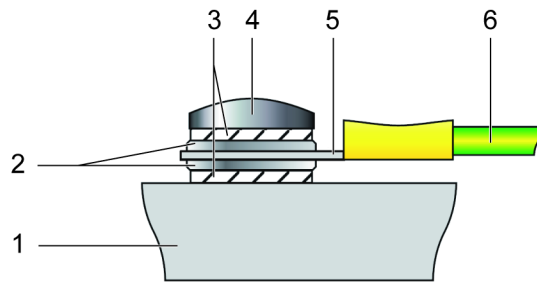

Abbildung 7: Montage des Schutzleiters (Profilansicht)
3. Befestigen Sie den Kabelschuh des Schutzleiters mit der Schraube (einschließlich der Sicherungs- und Unterlegscheiben) am Schutzleiteranschluss (s. Abbildung 7).